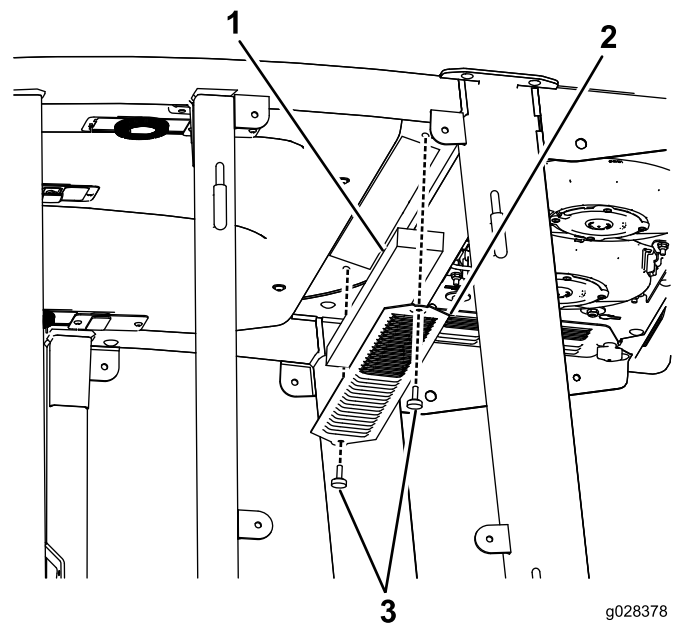

Figura 137
- Togliete il tetto della cabina rimuovendo i 22 bulloni che fissano il tetto (Figura 137).
- Togliete i filtri dell'aria (Figura 137).
- Rimuovete e pulite le serpentine refrigeranti (Figura 137).